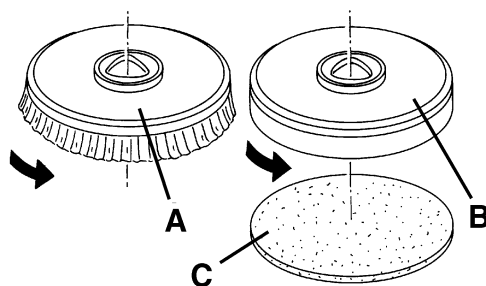

Figure 2
1. Sur la machine équipée de la tête spéciale, et les brosses (A, Fig. 2) et les plateaux support disque (B) avec disques (C) peuvent être installés, en fonction du traitement à effectuer sur le sol.
2. (Seulement pour autolaveuses **BA 551 D**, **BA 551 CD**, **BA 611 D**) : positionner la clé de contact (80) sur "0".